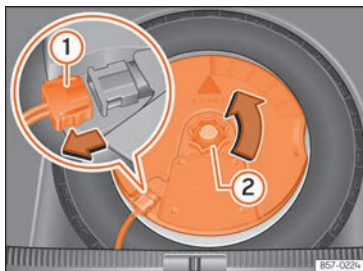

Fig. 275 En el maletero: desmontar el subwoofer.
- Desconecte el cable del altavoz subwoofer » **fig. 275 ①**.
- Gire la ruedecilla de fijación en sentido contrario a las agujas del reloj ②.